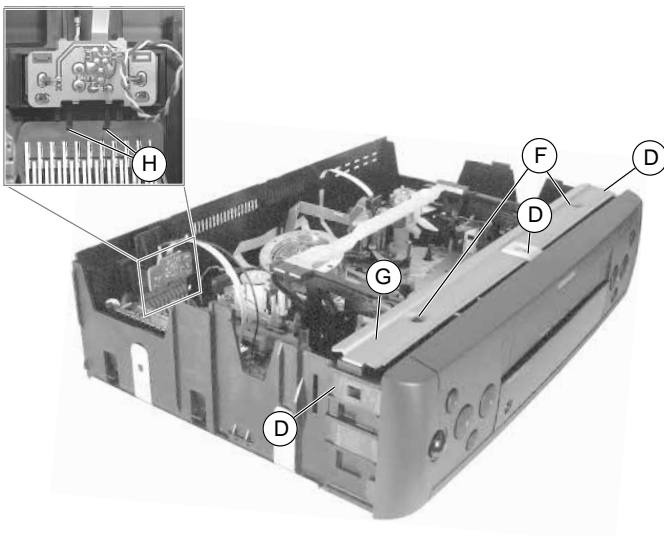

Fig. 3
- 2 Schrauben (F) (Fig. 3) herausdrehen und den Bügel (G) nach oben abziehen.
- 2 Rasthaken (H) (Fig. 3) lösen und die Line-Buchsen-Platte herausziehen.
- Undo 2 screws (F) (Fig. 3) and raise the bracket (G) to remove it.
- Disengage the 2 catches (H) (Fig. 3) and pull out the Line socket board.
- Bügel (G) wie in Fig. 3 dargestellt auf den Gehäuserahmen stecken und mit den 2 Schrauben (F) befestigen.
- Attach bracket (G) to the cabinet frame as shown in Fig. 3 and fasten it with the 2 screws (F).